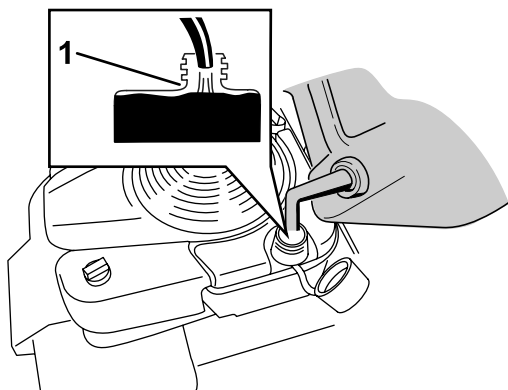

Figura 12
1. Pulite l'area intorno al tappo del serbatoio del carburante e togliete il tappo (Figura 12).